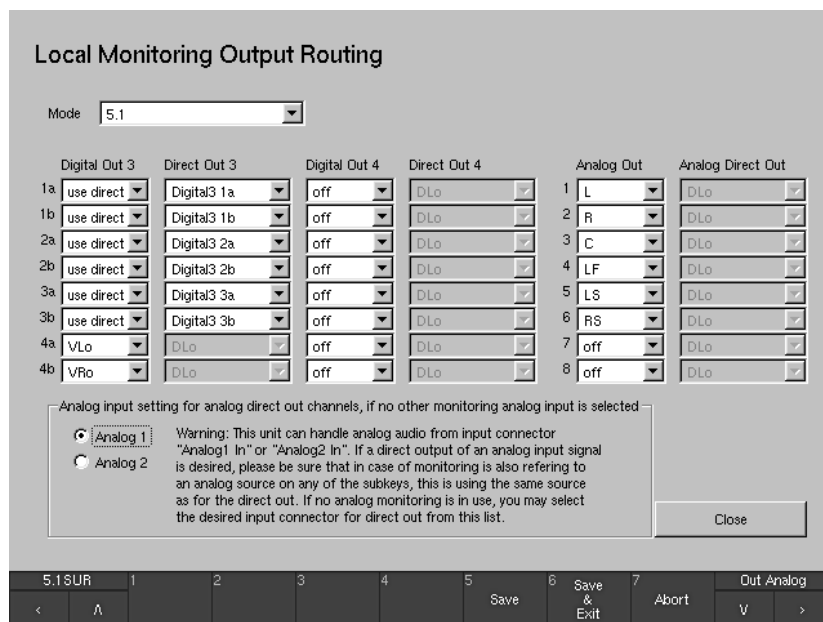

Bild 3-13: Die „Local Monitoring Output Routing“-Menü-Seite
- Verwenden Sie die „Channel“-Kombinationsfelder (siehe Bild 3-13 auf der nächsten Seite), um jeden Kanal der einzelnen Ausgangsbuchsen dem gewünschten Kanal des Instruments zuzuordnen. Die Digital-Ausgänge und auch die Analog-Ausgänge können alternativ zur Ausgabe der vom Abhör-Controller gesteuerten Ausgangssignale auch als Direktausgänge beliebiger Eingangssignale nach Art einer Kreuzschiene konfiguriert werden, die nicht von den Abhörfunktionen (Abhörpegel, Cut, Solo) beeinflusst werden.